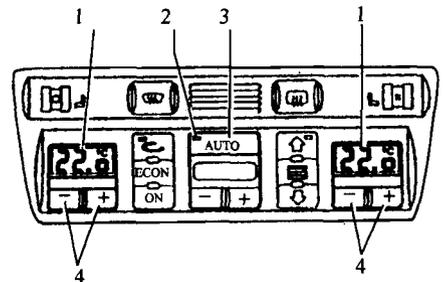

图 1-4 空调面板
(1) 按照使用说明书,检查空调所有功能。
(2) 检查一下图 1-4 中显示区 1 中是否均已设定为 22℃。